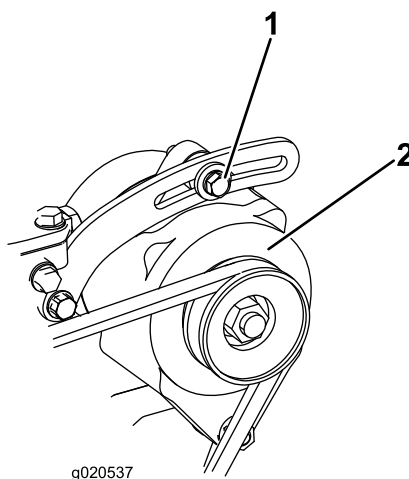

Figure 63
Vérifiez l'état et la tension de la courroie (Figure 63) toutes les 100 heures de fonctionnement.
2. Si vous n'obtenez pas une flèche de 10 mm ($\frac{3}{8}$ po), desserrez les boulons de fixation de l'alternateur (Figure 63). Augmentez ou diminuez la tension de la courroie et resserrez les boulons. Contrôlez de nouveau la flèche de la courroie pour vérifier si la tension est correcte.